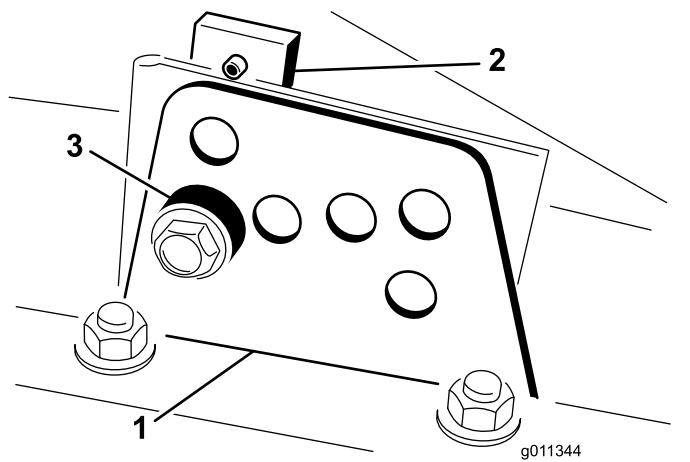

Bild 15
2. Lockern Sie die Schrauben, mit denen die Schnitthöhenhalterungen an der Schnitthöhenplatte (vorne und an beiden Seiten) befestigt sind, siehe \(Bild 15\).
- Entfernen Sie das Distanzstück, während Sie gleichzeitig die Kammer abstützen (Bild 15).